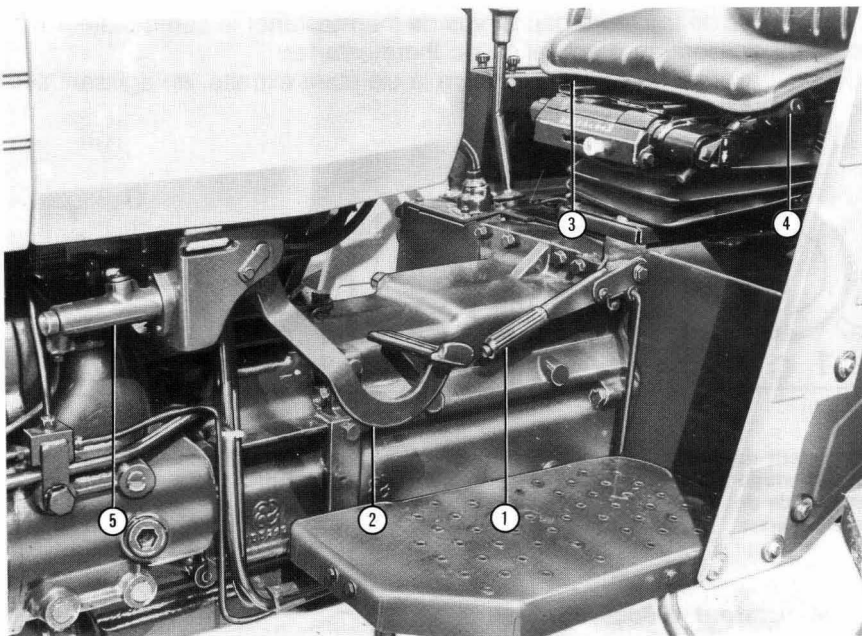

Fig. 6
- le frein à main est serré (1 fig. 6);
- Desserrer le levier du frein à main (1 fig. 6), abandonner lentement la pédale d'embrayage tout en accélérant progressivement.
5. Tourner la clé du contacteur sur la position 0 et serrer le frein à main (1 fig. 6).